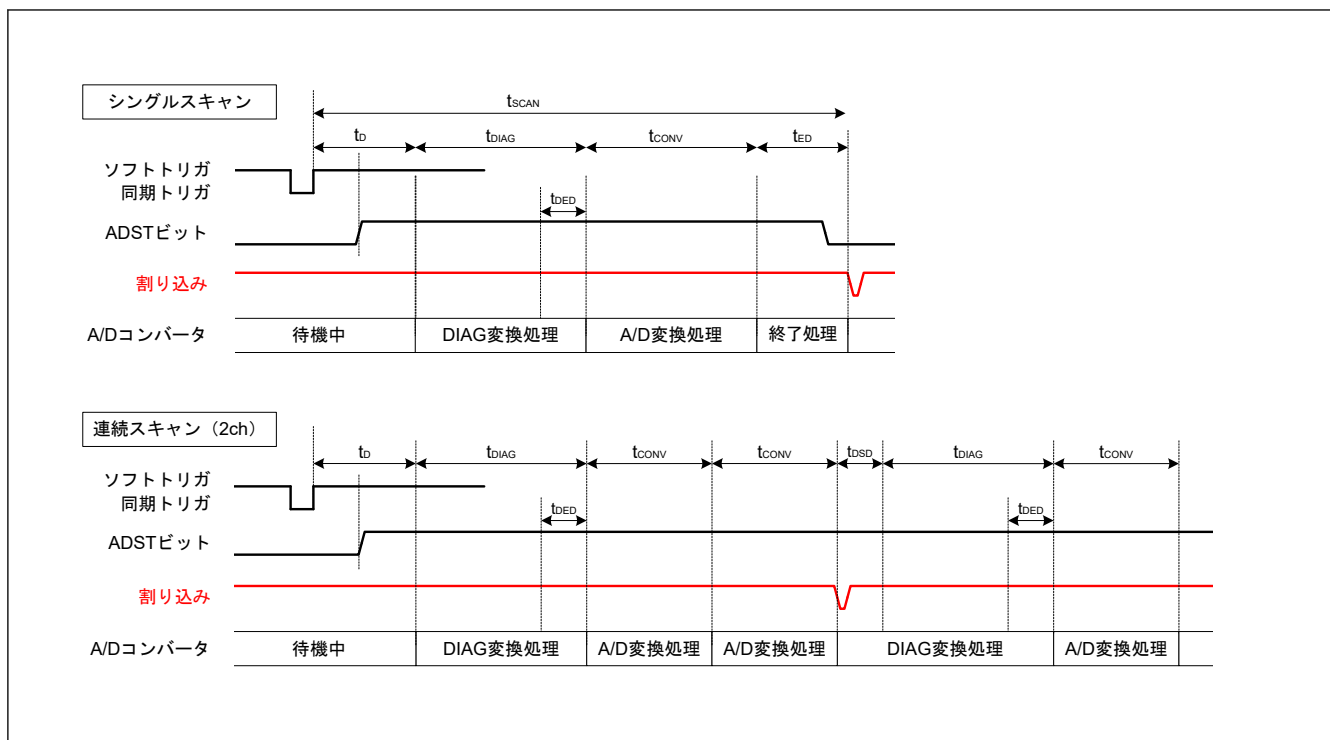
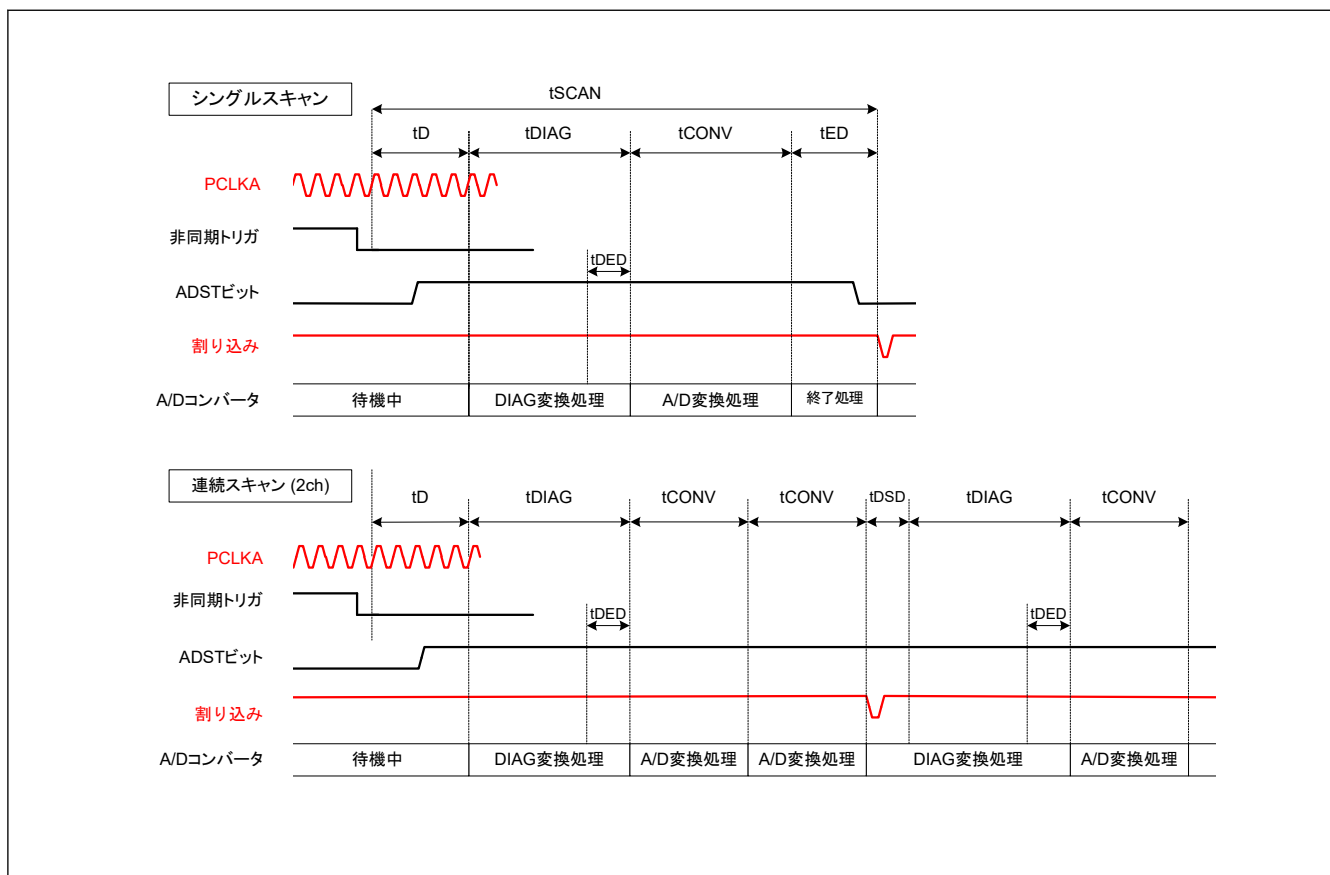

図 35.26 スキャン変換のタイミング (ソフトウェア起動または同期トリガ入力 (ELC) 起動の場合)
図 35.27 スキャン変換のタイミング (非同期トリガ入力 (ADTRG0) 起動の場合)
図 35.26 に、ソフトウェアトリガまたは同期トリガ (ELC) 起動によりスキャン変換を行う場合のタイミングを示します。また、図 35.27 に、非同期トリガ (ADTRG0) 起動によるスキャン変換を行う場合のタイミングを示します。スキャン変換時間 (t_{SCAN}) はスキャン変換開始遅延時間 (t_D)、断線検出アシスト処理時間 (t_{DIS})^(注1)、自己診断変換時間 (t_{DIAG} および t_{DSD})^(注2)、A/D 変換処理時間 (t_{CONV})、スキャン変換終了遅延時間 (t_{ED}) を含めた時間となります。
- 注 1. t_D、t_{SPLSH}、t_{DIAG}、t_{CONV}、t_{ED} の各タイミングについては、図 35.26 および 図 35.27 を参照してください。